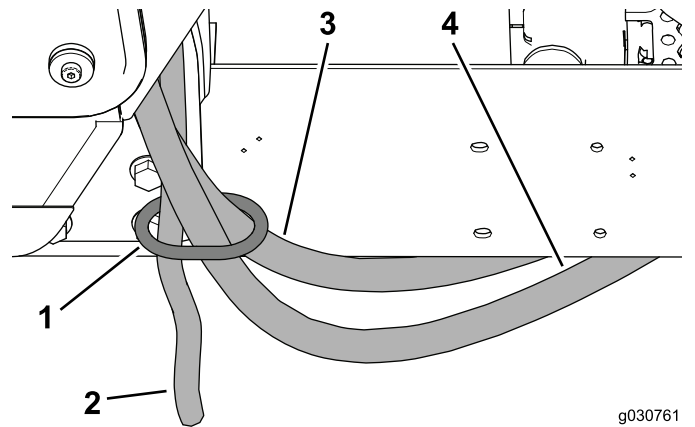

Figura 35
4. Encaminhe os tubos para o aquecedor e tubo de drenagem através do anel dos tubos na montagem da cabine traseira (Figura 35).